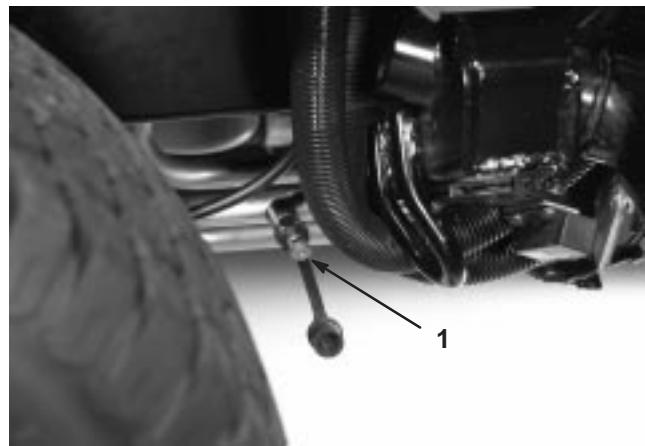
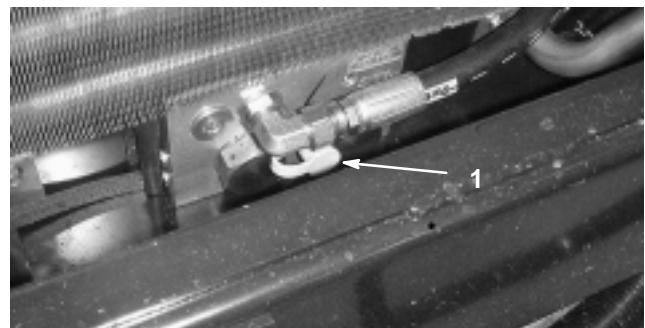

Bild 29
Bild 30
**Wichtig** Wenn Sie die Zugmaschine rückwärts schieben oder abschleppen müssen, muss auch das Rückschlagventil im Allradantriebsverteiler umgangen werden. Schließen Sie, um das Rückschlagventil zu umgehen, eine Schlauchgruppe Bestell-Nr. 95-8843 (Schlauch), Koppler Bestell-Nr. 95-0985 [Menge 2] und Hydraulikanchluss Bestell-Nr. 340-77 [Menge 2]) an der Rückwärtsfahrt-Druckmessstelle (Bild 29) und an der Rückwärtsfahrt-Druckmessstelle für den Allradantrieb (Bild 30) an.